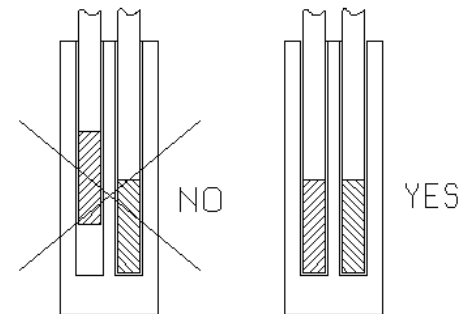

Fig.3
- Wenn Sie mit externem Referenz-Sensor kalibrieren: stellen Sie sicher, dass beide Fühler gleich weit eintauchen, und dass beide Fühler möglichst dicht beieinander liegen (fig. 3).